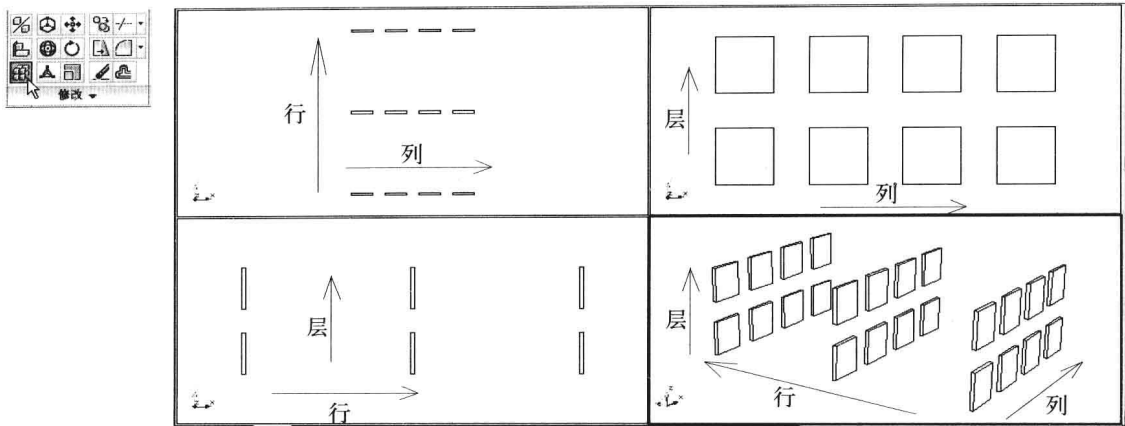

图 9-5-3
(7) 分别缩放四个视口中，从四个视口观察矩形阵列，如图9-5-3所示。